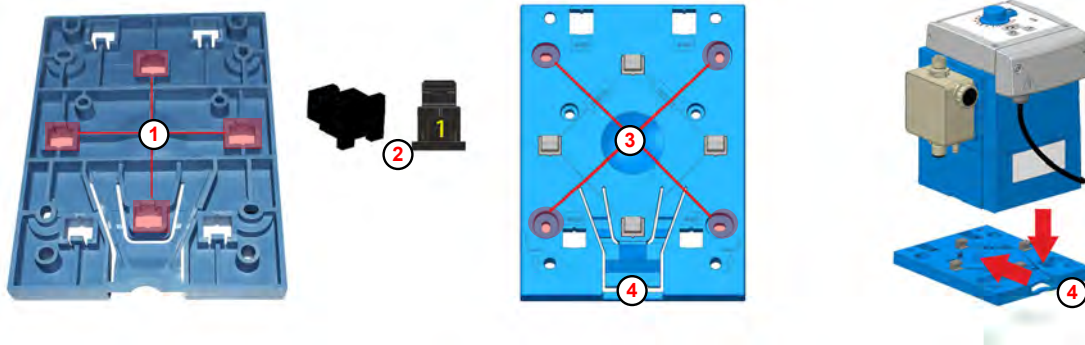

Abb. 4: Vorbereitungen zur Tischmontage
Auf der Unterseite der Montageplatte sind die Öffnungen für die Tischmontage (Abb. 4, ①) mit der Ziffer 1 gekennzeichnet.